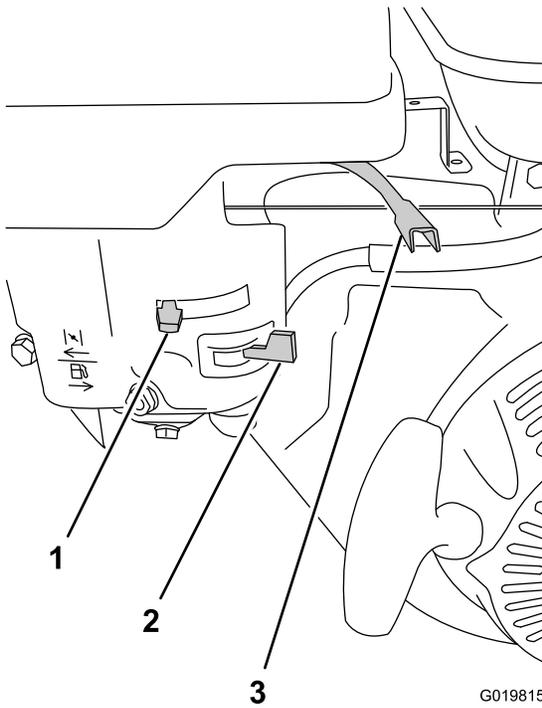

Figure 35
2. Tournez le robinet d'arrivée de carburant complètement à droite en position OUVERTE (Figure 35).
3. Placez la commande du volet de départ à la position EN SERVICE (Figure 35).
1. Placez la commande d'accélérateur à la position MIN (Figure 35).